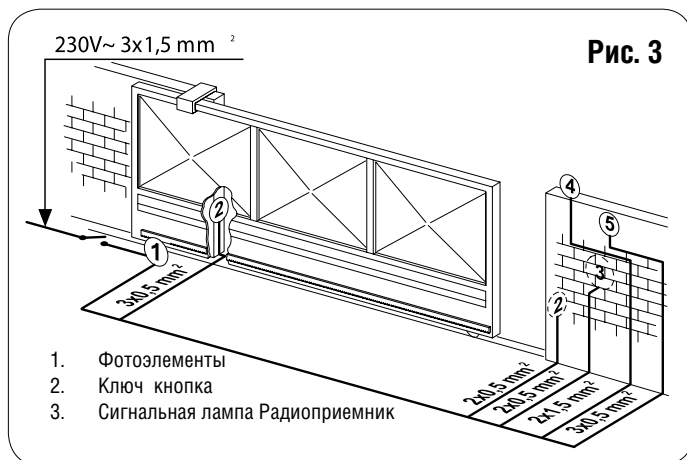

Рис. 3
4) Проложить кабели для подключения вспомогательного оборудования и питания, показано на рис. 3.